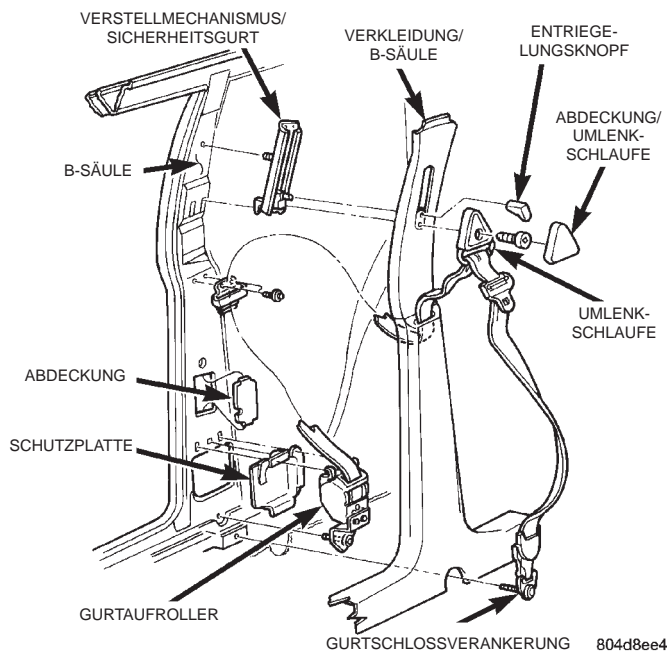

Abb. 47 Schultergurt/Vordersitz
- (1) Abdeckung der Umlenkschleife austrasten.
- (2) Obere Gurtankerschraube lösen (Abb. 47).
- (3) Verkleidungen der B-Säule abbauen.
- (4) Befestigungsschraube lösen, mit der der Gurtaufroller an der B-Säule befestigt ist.
- (5) Befestigungsschraube lösen, mit der die Gurtschloßverankerung an der B-Säule befestigt ist.
- (6) Gurtaufroller/Kabelbaum-Steckverbinder abziehen.
- (7) Schultergurt und Gurtaufroller abbauen.